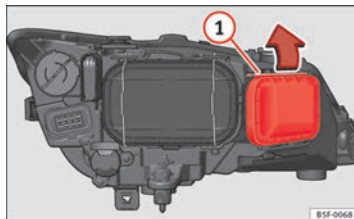

Fig. 185 Lámpara luz de carretera
- Desplace el tirante ⇒ fig. 185 (1) en el sentido de la flecha y saque la tapa.